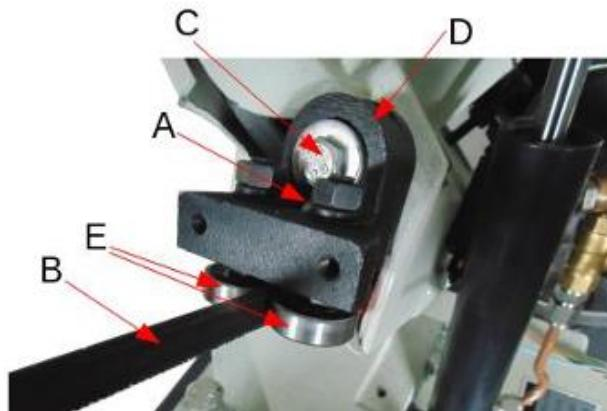

Рис. 9
3. Если необходима регулировка, подшипники, направляющие полотно, и опорный подшипник (E на рис. 9 – показаны два подшипника) не должны касаться полотна.
2. Опорный подшипник полотна (A на рис. 9) должен быть отрегулирован так, чтобы